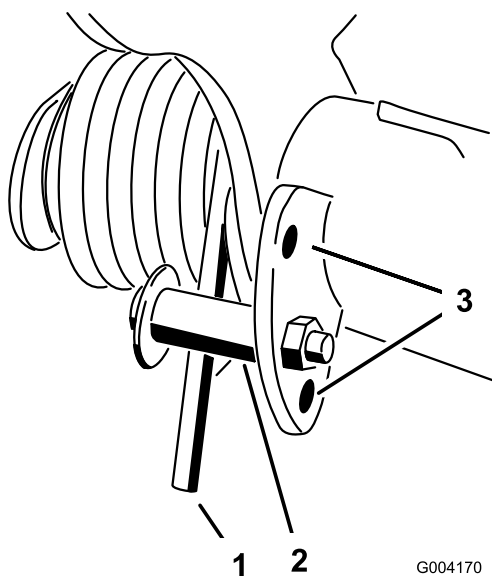

Figura 42
2. Insira um tubo ou objecto semelhante na extremidade longa da mola para aliviar a tensão da mola durante o ajuste (Figura 42).
3. Enquanto alivia a tensão da mola, retire o parafuso e a contraporca que prendem o actuador de mola ao suporte (Figura 42).